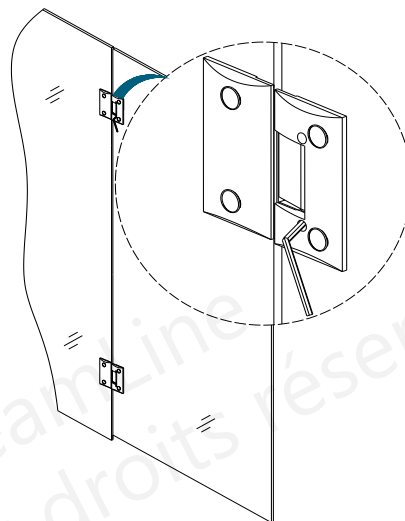

Figure 2
2. Les charnières sont auto-fermantes et pré-ajustées à 172 degrés. Vous pouvez modifier cet angle en utilisant les vis de réglage sur la plaque de la charnière. **(Figure 2)**